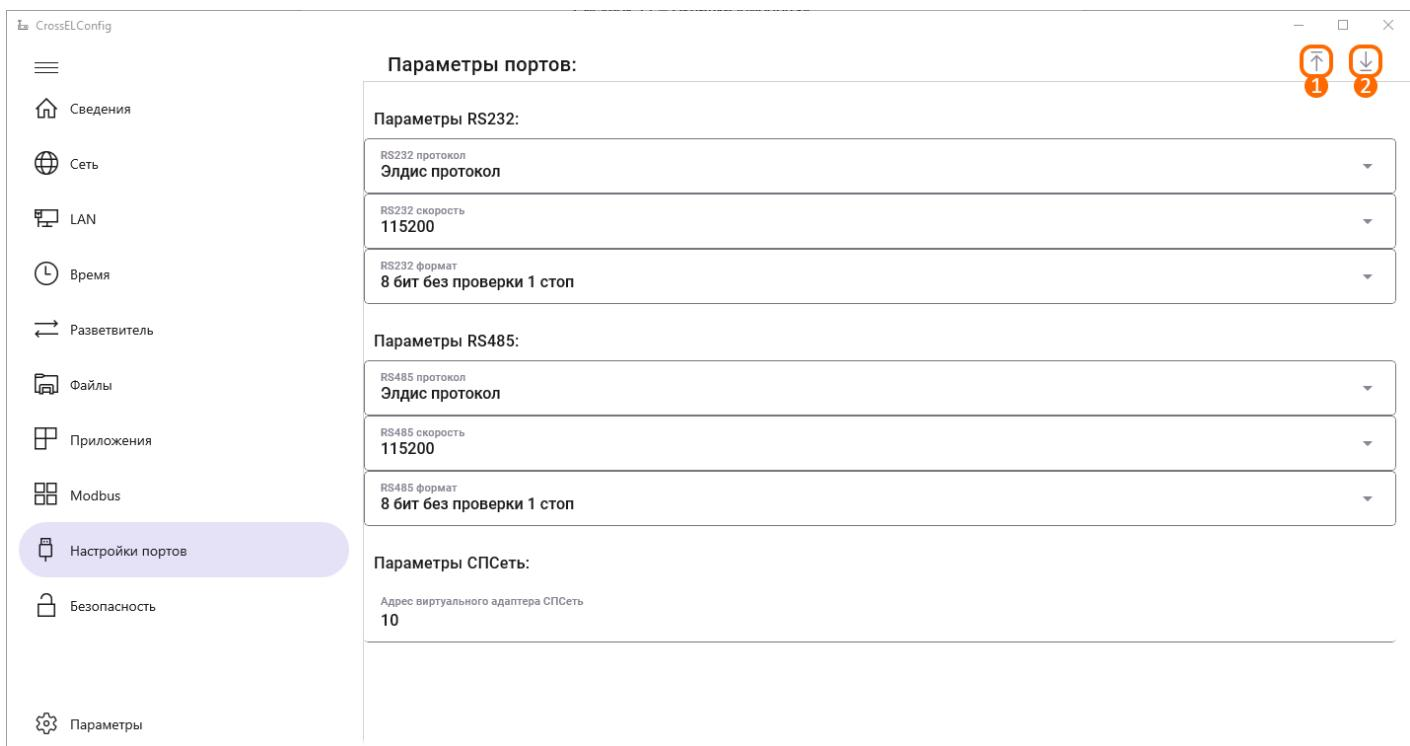

Рисунок 12 – Вкладка «Настройки портов»
Вкладка позволяет настроить RS-232/485 для доступа к оперативным данным по протоколу Modbus RTU/ASCII/TCP, которые modem фиксирует посредством установленного приложения (рис. 12). Также на данной вкладке есть возможность конфигурации для транзитных запросов RS-232 <-> RS-485 и настройка виртуального адреса адаптера для работы с многофункциональными приборами ЗАО «НПФ ЛОГИКА» по магистральному протоколу с маркерным доступом.
- Кнопка записи параметров (рис. 12, элемент 1) позволяет записать настройки портов;
- Кнопка чтения параметров (рис. 12, элемент 2) позволяет считать настройки портов.